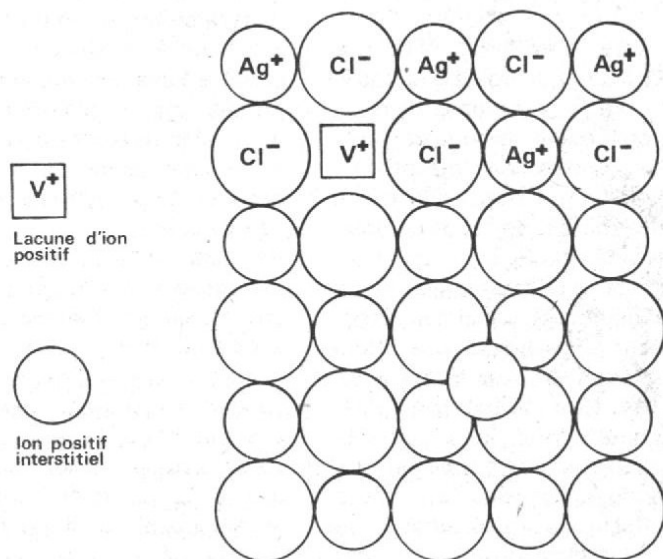

Fig. 1. - Défauts de Frenkel.
- **Les défauts de Frenkel** : qui résultent du déplacement d'un certain nombre d'ions de leurs positions normales vers des positions interstitielles dans la maille (fig. 1).